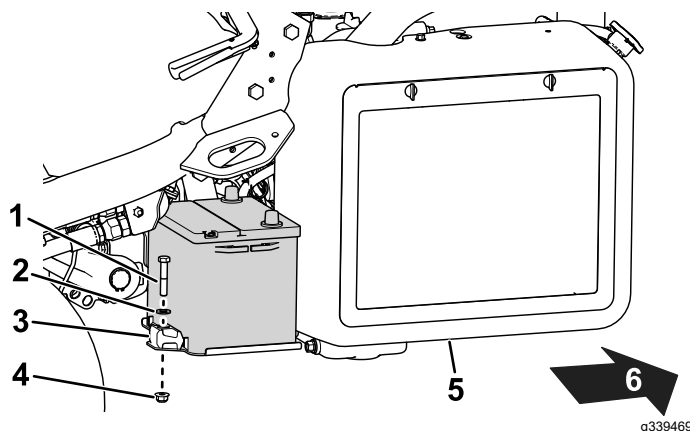

Figura 42
2. Retire os fixadores que prendem a bateria ao tabuleiro (Figura 42) e retire a bateria.
5. Coloque a bateria no tabuleiro da bateria e prenda-a com as barras e fixadores previamente removidos (Figura 42).